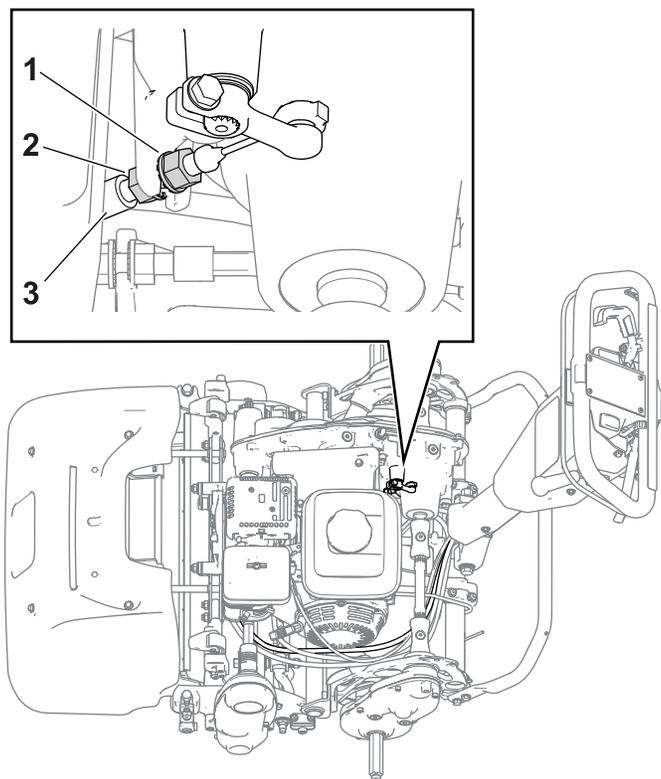

Figura 35
- Para aumentar la tensión del cable, afloje la tuerca autoblocante del cable delantero y apriete la tuerca autoblocante trasera (Figura 35). Repita el paso 2 y ajuste la tensión si es necesario.
- Para reducir la tensión del cable, afloje la tuerca autoblocante trasera del cable y apriete la tuerca autoblocante del cable delantero (Figura 35). Repita el paso 2 y ajuste la tensión si es necesario.